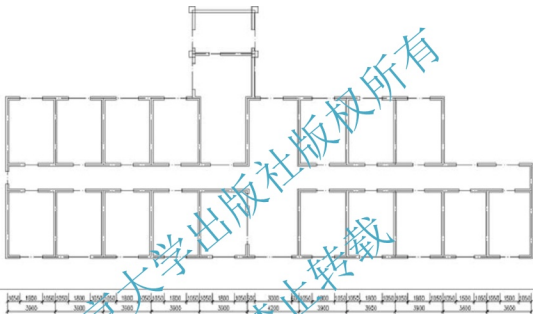

图 3.48 标注出轴线尺寸
② 按 Enter 键结束【连续】标注命令, 结果如图 3.48 所示。